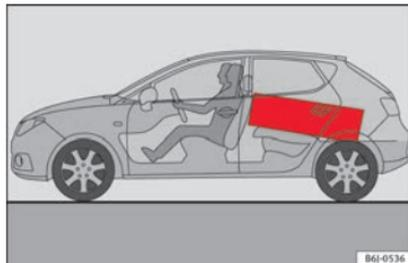

Fig. 147 Os objetos pesados devem ser transportados o mais à frente possível.
- Coloque a bagagem mais pesada o mais fundo possível na bagageira »» Fig. 147.